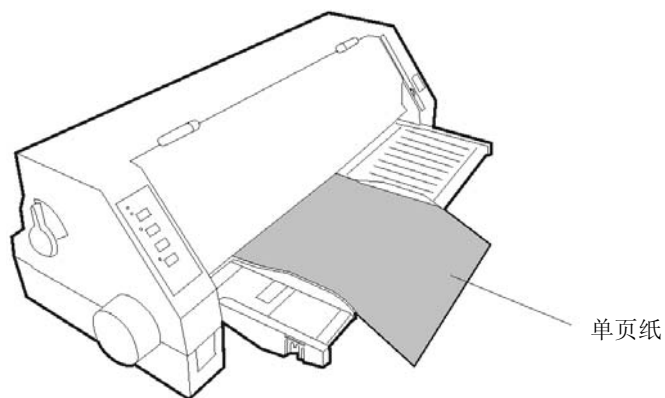

图 3-5 安装单页纸
5. 将纸张平顺地置于托纸板之上，如图 3-5 所示，调整导纸器，使其紧贴纸张左边沿。这样能保证纸张顺畅进入而不致歪斜。